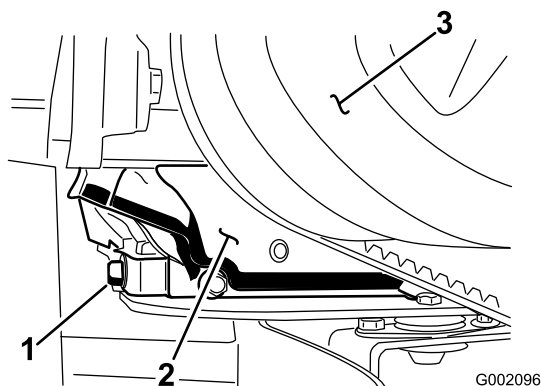

Figura 27
5. Togliete il tappo di spurgo (Figura 27) e lasciate defluire l'olio in una bacinella. Quando l'olio sarà fuoriuscito completamente, montate il tappo di spurgo e serratelo a una coppia di 17,6 Nm.